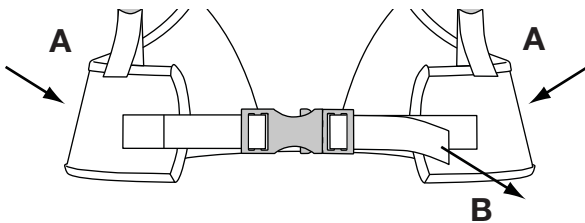
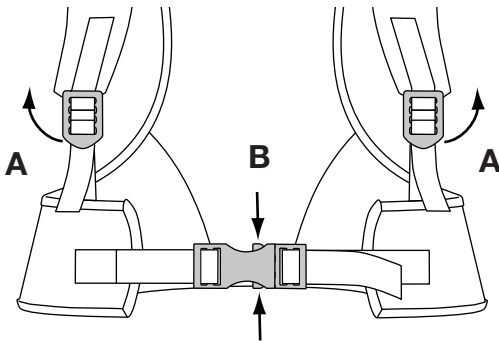

Fig. 18
Fig. 19
REMARQUE : Assurez-vous que le poids de l'appareil repose sur les hanches par le support de taille du système de support (Fig. 18, A).
3. Si le poids ne repose pas sur les hanches, relâchez les supports d'épaules (Fig. 19, A) et tirez sur le support de taille (Fig. 18, B). Ajustez jusqu'à ce que le poids de l'unité repose sur les hanches.
1. Pour libérer les supports d'épaules, tirez sur la languette inférieure des boucles des supports d'épaules (Fig. 19, A).
2. Appuyez sur le haut et le bas des attaches du support de taille du système de support pour le relâcher (Fig. 19, B).